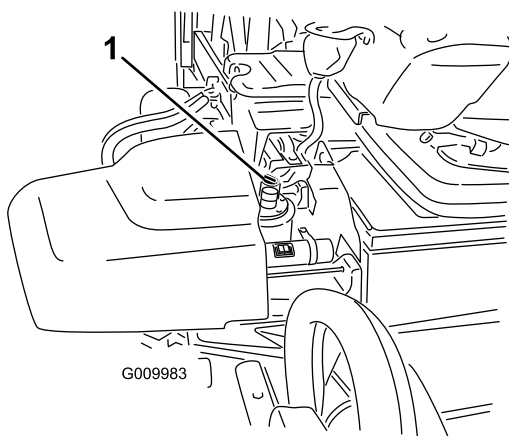

Figura 17
3. Pulite attorno al collo del bocchettone e del tappo del serbatoio idraulico (Figura 17). Togliete il tappo dal collo del bocchettone.